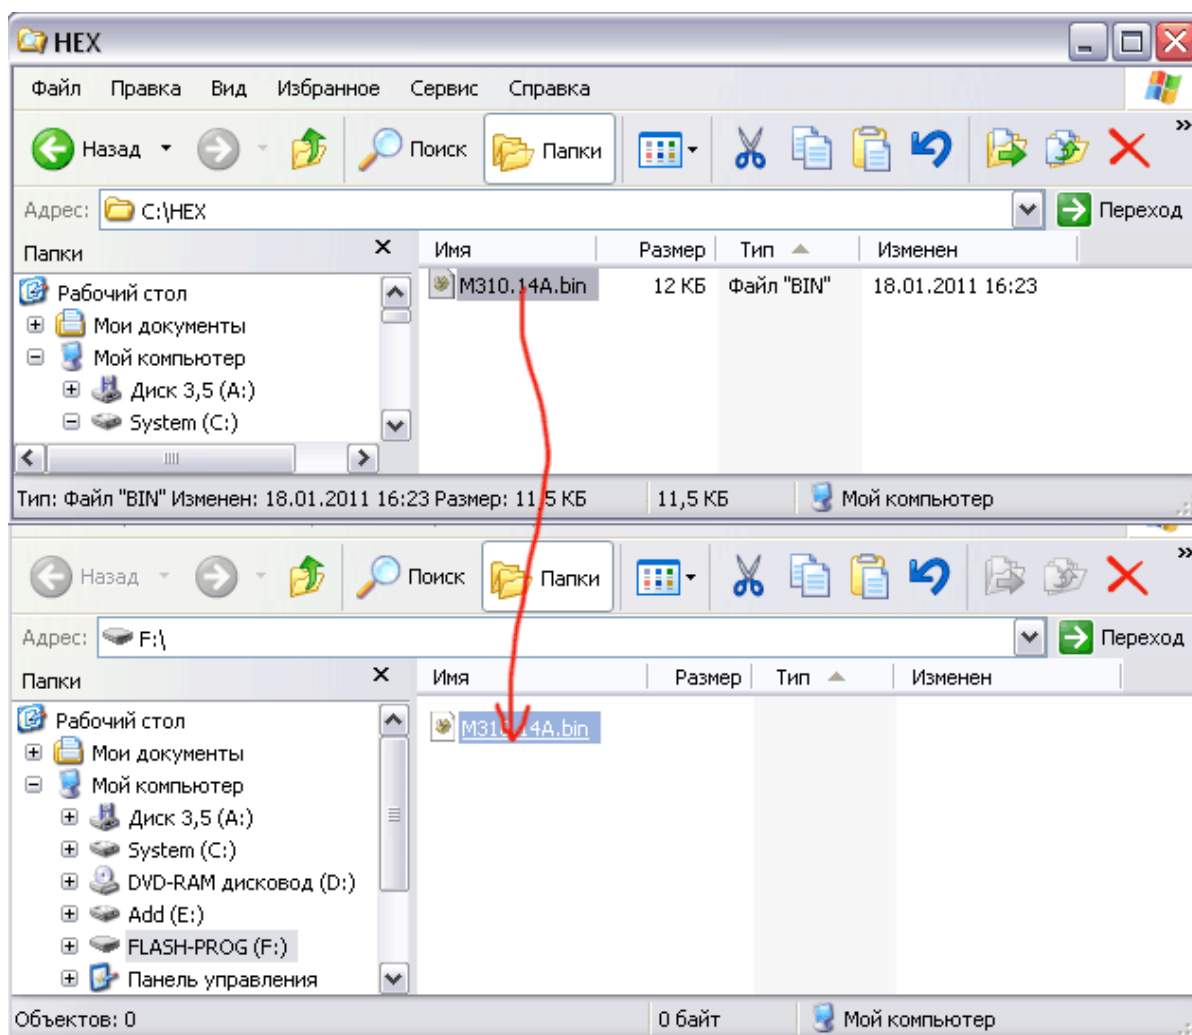

Рисунок 8. Копирование ПО.
- Открыть в проводнике папку с новой версией ПО для весов, например, M310.14A.BIN. Скопировать (перетащить с помощью указателя «мышь») файл с расширением «.BIN» в папку весов «FLASH-PROG», как на рис. 8. Убедиться, что скопирован правильный файл с расширением «.BIN». В противном случае, его следует немедленно удалить. Ошибочно скопированный файл может повредить весы!